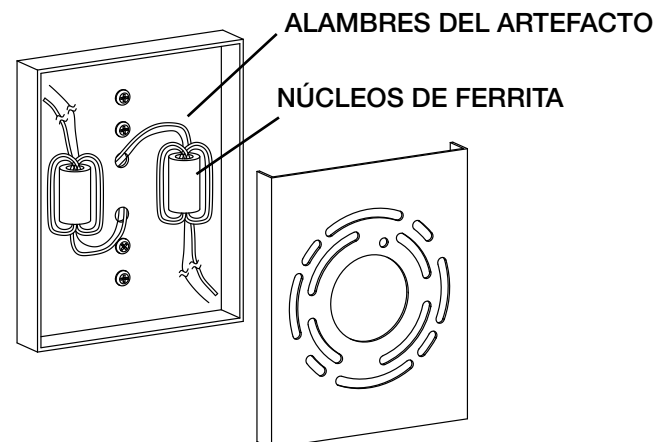

FIGURA 3
**SOLO PARA ARTEFACTOS 49608 Y 49279:** Cuando instale artefactos en la correa de montaje los núcleos de ferrita deben estar orientados con los alambres paralelos al escudete como se muestra. Se debe tener cuidado de no apretar los alambres entre los núcleos de ferrita y el escudete o los núcleos de ferrita y la correa de montaje. (Ver FIGURA 3)